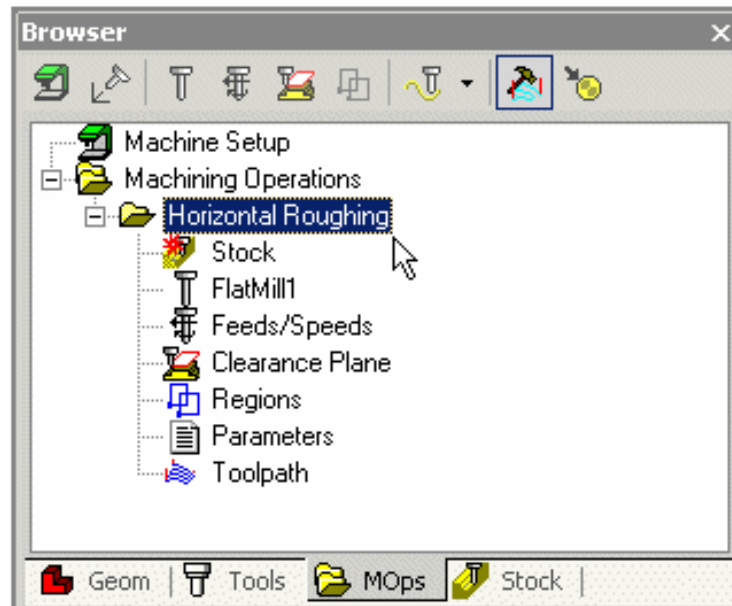

Figura 18. Afișarea operației create
11. Operația creată, **Horizontal Roughing**, va fi inserată în structura arborescentă **Machining Operations**, din fereastra **Browser**, eticheta **MOPs** (figura 18.).